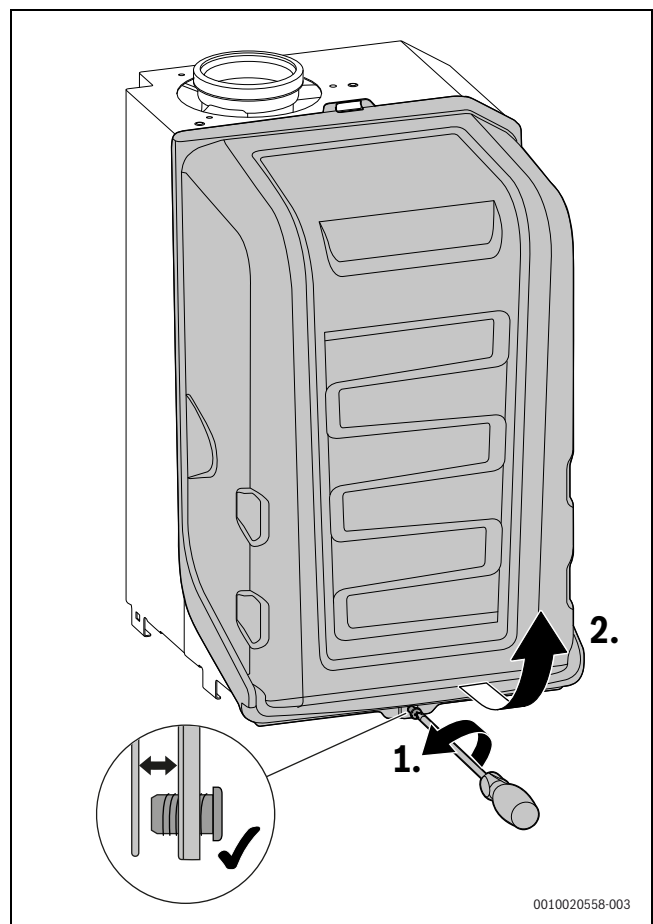

Bild 14 Brennerhaube abnehmen
- ▶ Brennerhaube abnehmen (→ Bild 14, Seite 84).